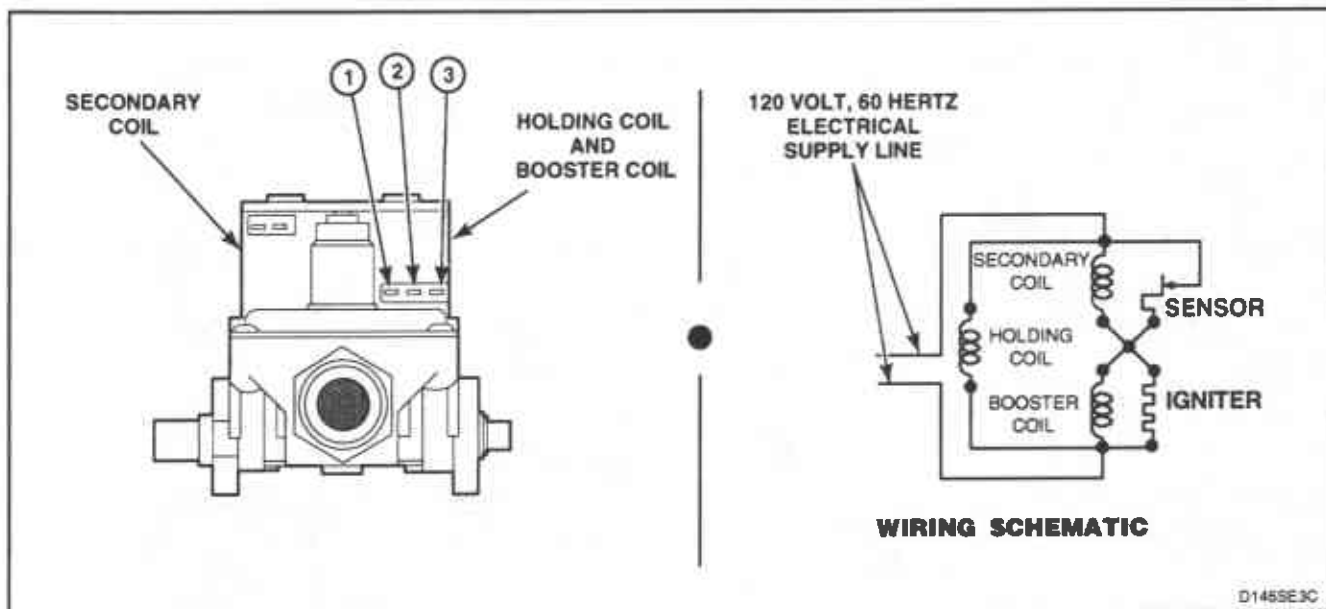

Figure 50
49. BURNER SYSTEM OPERATION (Figure 50)
IGNITION SYSTEM FEATURES (Figure 50)